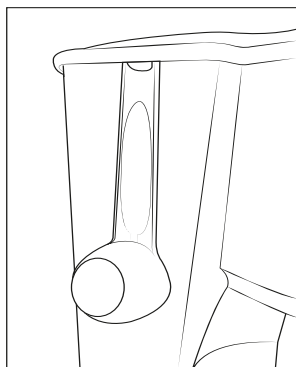

Fig. 4
- 1) Se non si utilizza l'apparecchio per un periodo prolungato, assicurarsi che nell'apparecchio e nel filtro permanente ⑬ non vi siano resti di caffè macinato.
- 3) Infilare il cavo nello scomparto del cavo ⑧.
- 4) Per conservare il cucchiaino misurino ⑫ metterlo nel bricco per il caffè ⑥. In alternativa si può agganciare il cucchiaino misurino ⑫ al bordo laterale del serbatoio dell'acqua ⑩ (vedere fig. 4):